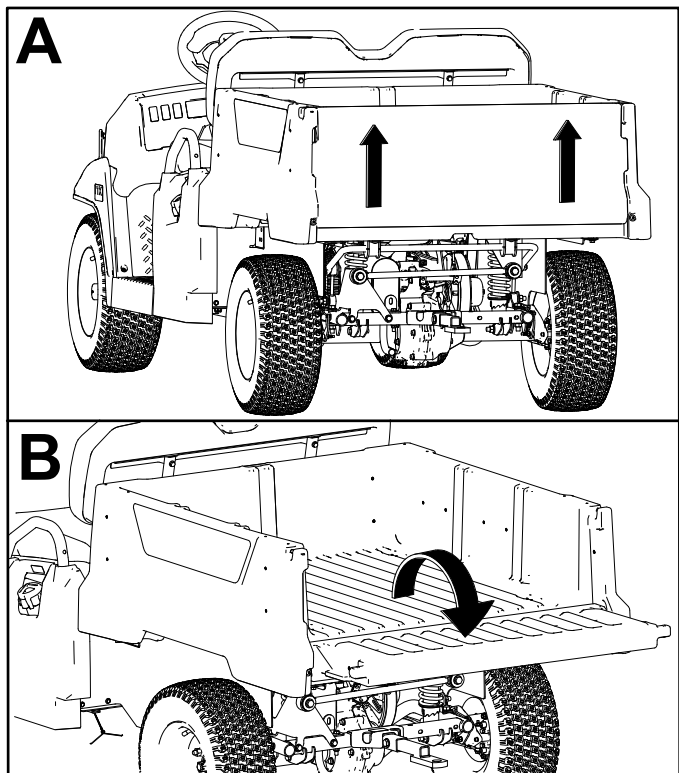

Figura 20
2. Usando ambas manos, levante el portón trasero usando el resalte situado cerca de la parte superior del portón (Figura 20).
3. Baje el portón hasta que quede enrasado con la parte inferior de la plataforma de carga (Figura 20).